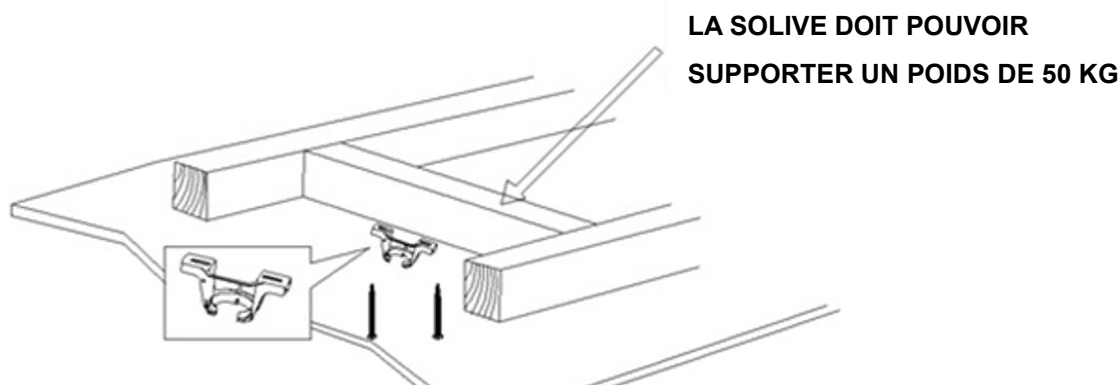

Fig. 2
- Installez le support de suspension sur une solive ou une structure capable de supporter une charge d'au moins 50 kg avec les deux vis longues fournies. Veillez à ce qu'au moins 3 cm des vis soient vissés dans le support. (Fig. 2)